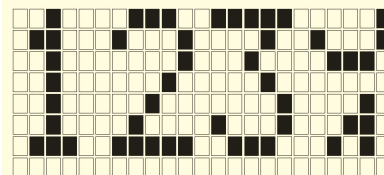

Рис. 5. «Механический счетчик» — написать не сложно, а выглядит эффектно, особенно в динамике
- **Вертикальное смещение символа**. Используя данный нехитрый прием мы можем получить эффект механического счетчика (рис. 5).